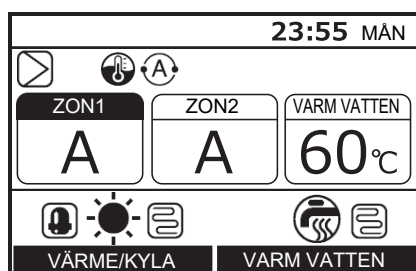

Bild 3-01
(1) Tryck in knappen [] i minst 4 sekunder vid visning enligt Bild 3-01 för att koppla in inställningsläget. DN-inställningsskärmen visas.